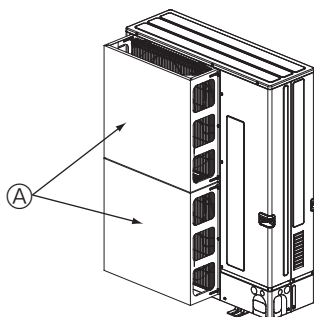

Fig. 2-5
- ② Montér en ekstra luftledeskærm på steder, hvor kraftig vind kan blæse direkte ind i luftudgangen (Fig. 2-5).